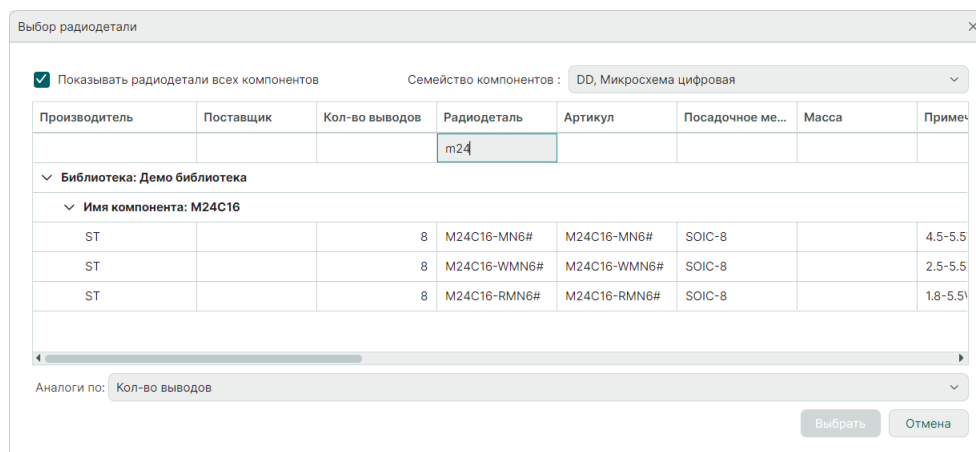

Рис. 113 Поиск по значениям атрибутов
7. Для осуществления поиска в окне «Выбор радиодетали» введите часть значения атрибута в строке под интересующим заголовком. После этого система отобразит значения атрибутов, которые содержат введенные символы, Рис. 113.